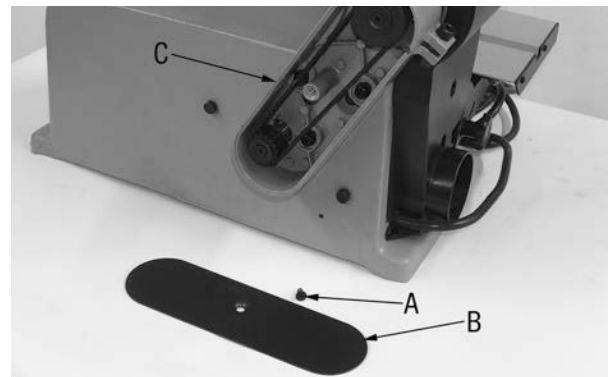

Figure 14
1. Utilisez un tournevis Phillips, enlevez la vis à tête fraisée (A) Fig.14 localisée au centre du couvercle (B).
2. Enlevez le couvercle (B) du boîtier (C).
7. Réinstallez le couvercle (B) Fig.14 en utilisant la vis à tête fraisée (A) et un tournevis Phillips.